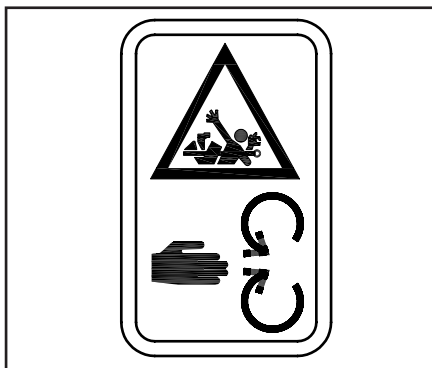

Fig. 2.27
28.3 Pericolo di trascina- mento (Fig.2.27)